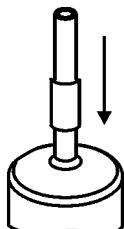

Рисунок 24
2.16.4 На верхнюю часть пипетки надеть отрезок силиконовой трубы с внутренним диаметром 4 мм и длиной 5 мм (рисунок 24). Эта трубка в дальнейшем будет использоваться в качестве упора для верхнего оптодатчика.